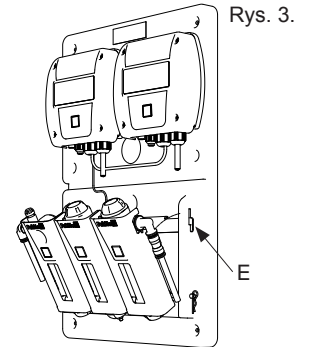

Rys. 2.
Aby zminimalizować ryzyko korozji, wszystkie urządzenia dozujące powinny zostać umieszczone za pozostałymi urządzeniami. Punkty dozujące dla ciekłego kwasu i chloru powinny znajdować się w układzie cyrkulacji tak daleko od siebie jak to tylko możliwe – co najmniej 500 mm. DOZOWANIE CHLORU ZAWSZE POWINNO ODBYWAĆ SIĘ JAKO OSTATNIE – patrz Rys. 2.
7. **Wlot A:** Zainstalować wspornik filtra piaskowego na pompie obiegowej, od strony ciśnieniowej (patrz A Rys.2).
8. **Wylot B:** Zainstalować wspornik za wylotem przelewowym na pompie obiegowej basenu od strony ssania (patrz B rys. 2).
Poprowadzić węży bezpośrednio do wylotu przelewowego (C, Rys. 2), komory wyrównawczej lub wylotu upustowego.
3. Naciśnij przycisk przepływu (J) na każdym kontrolerze. (Jeśli występują dwa kontrolery, należy to wykonać na lewym kontrolerze).
4. Wyreguluj przepływ za pomocą śruby do regulacji przepływu (L). Diody 1 powinny mieć zapalone 4 lampki. Upewnij się, że przepływ przechodzi przez moduły (wyświetlane w oknie (M)) i swobodnie przepływa przez węże.
5. Jeśli wąż spustowy jest zamontowany po stronie ssącej pompy (lub B – Rys. 2), zawór kulowy L2 (Rys. 7) należy otworzyć w 25-50% w celu uniknięcia wystąpienia próżni w modułach elektrod. Sprawdź i w razie potrzeby ponownie wyreguluj przepływ.
6. Diody obu kontrolerów migają lub świecą światłem ciągłym: Migająca dioda LED = tryb gotowości (tylko dla pomiaru). Światło ciągłe = tryb automatyczny (pomiar i dozowanie). Naciśnij przycisk (H), aby przełączyć urządzenie w tryb gotowości (tylko do pomiaru) na obu kontrolerach.